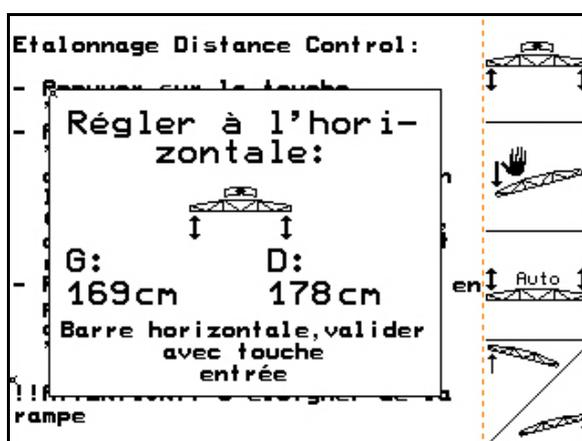

Fig. 17
4. Positionnez la rampe à l'horizontale. La hauteur des deux capteurs est constamment affichée (Fig. 17).